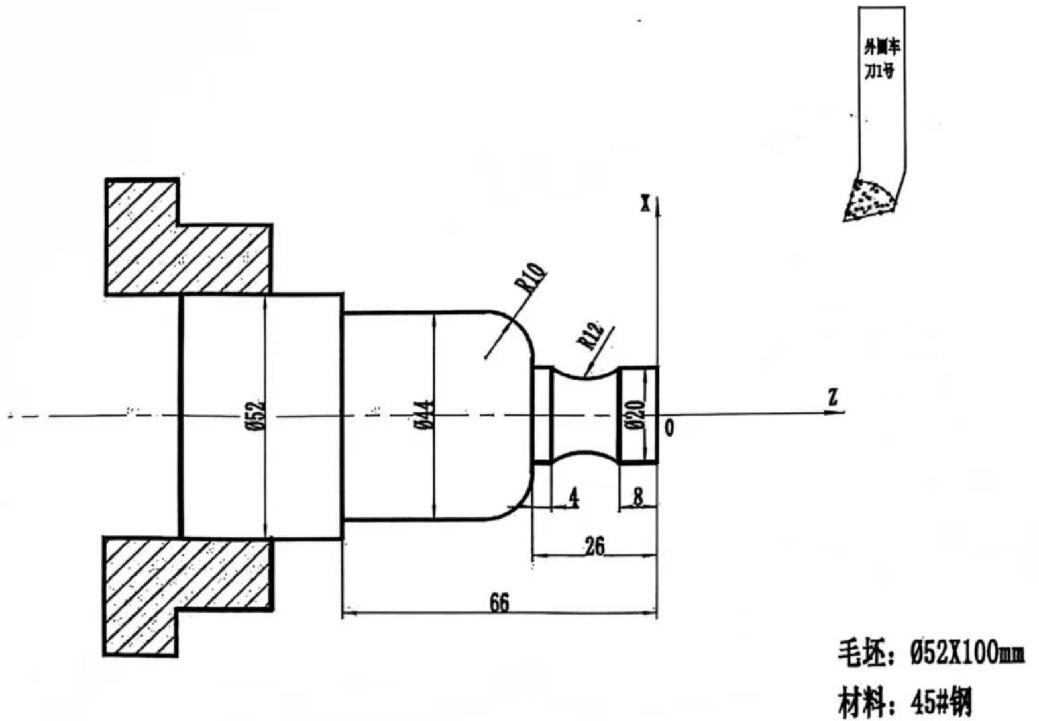

图 3
3. 编程题 : 请使用 i5 数控系统指令编写图 3 所示零件程序 , 毛坯为 45# 钢 , 直径 Ø52mm , 参数合理自定。